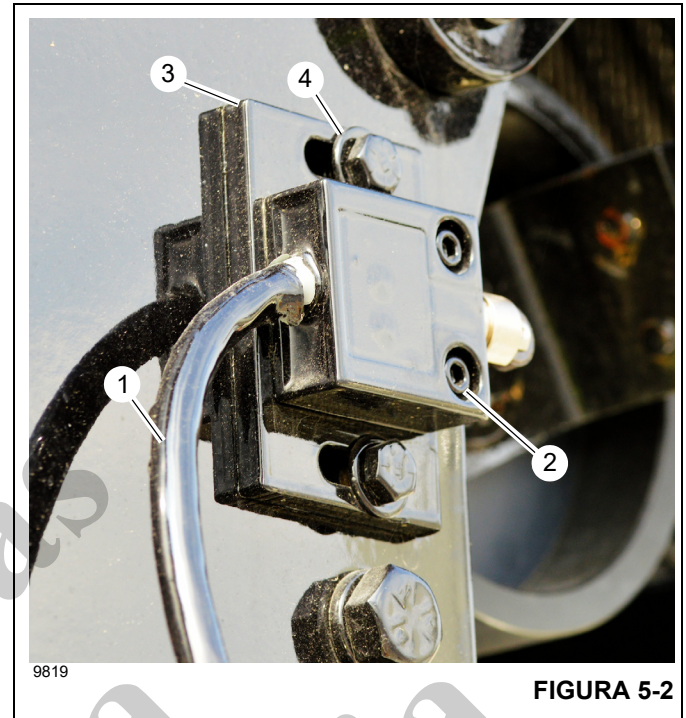

FIGURA 5-2
O Indicador de 3ª volta está integrado no sistema RCL. O conjunto do Indicador de 3ª volta (Figura 5-2) está localizado no lado esquerdo do suporte do rolamento do guincho do guindaste. O Indicador de 3ª volta é programado para notificar ao operador quando houver três voltas de cabo de aço ou cabo sintético restantes no tambor do guincho.
1. Desconecte o cabo de 3ª volta (1, Figura 5-2) do conector do indicador de 3ª volta localizado dentro da estrutura do guincho.
2. Remova os parafusos (2) e remova o conjunto do indicador de 3ª volta da placa (3).
3. Remova os parafusos e arruelas (4) e remova a placa do indicador de 3ª volta (3) do guincho.